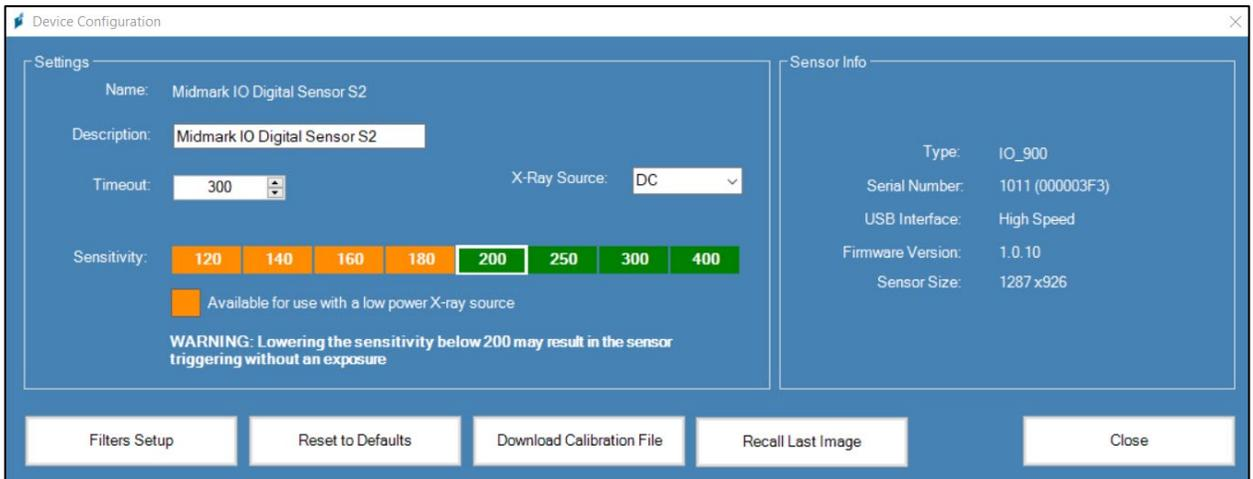

Figure 26. L'écran de configuration du dispositif.
- L'écran de configuration du dispositif s'ouvre. Voir la figure 26 ci-dessous.